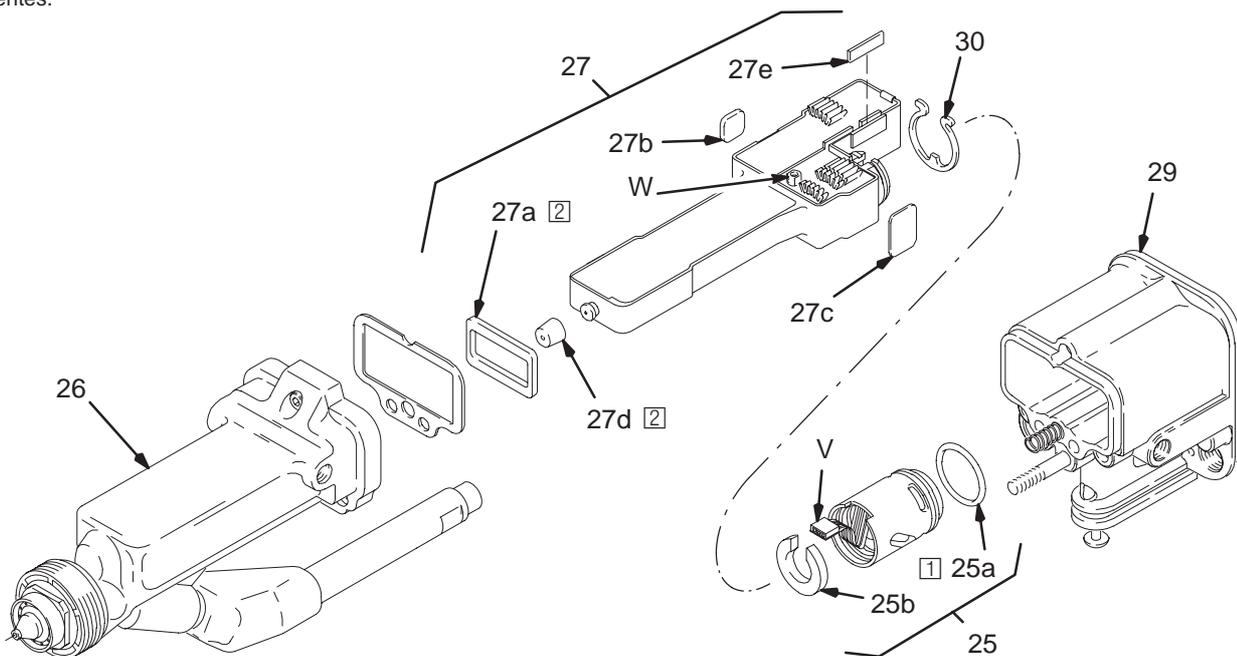

Fig. 35
3. Sujete la fuente de energía (27) con la mano. Con un suave movimiento de vaivén, teniendo cuidado de no dañarla, extraiga la fuente de energía del cuerpo de la pistola (29), tirando de ella hacia fuera. Vea la Fig. 35.
6. Lubrique la junta tórica (25a) e introduzca la fuente de energía (27) en el cuerpo de la pistola (29).
4. Apretar juntando los dos extremos del anillo de retén (30) y, cuidadosamente, separa el alternador (25) de la fuente de energía (27) hasta que se desconecte el cable de conexión (V). Vea la Fig. 35, en la página38.
5. Utilizando un ohmiómetro, pruebe la bobina del alternador de turbina. Mida la resistencia entre los dos terminales exteriores del conector de 3 cables (V). La resistencia debe ser de 3 a 5 ohmios. Si la lectura es diferente a estos valores, cambie el alternador.
6. Enchufe el conector de 3 cables a las 3 púas que se encuentran en la fuente de energía. Empuje el alternador (25) contra la fuente de energía (27) hasta que el anillo de retención (30) se acople al alternador.